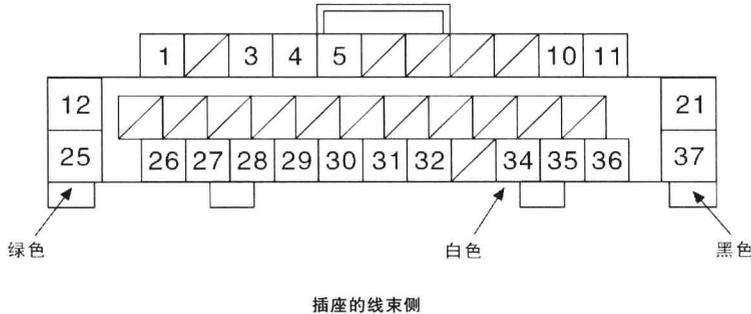

图1-1-5 前排乘客侧电动车窗开关37针插接器
- 1) 将点火开关转至LOCK (0) 位置, 拆下前排乘客侧电动车窗开关。
- 2) 将37针插接器从前排乘客侧电动车窗开关上断开, 如图1-1-5所示。